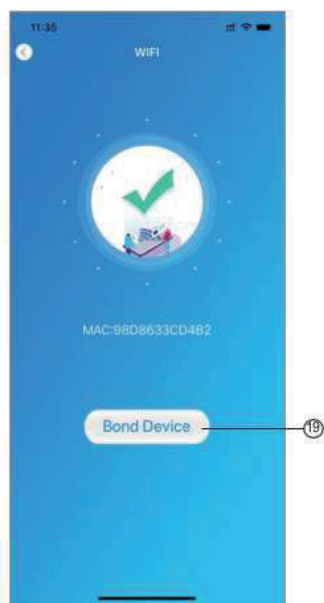

Fig.16 Scherm apparaat verbinden
4. Terug naar de vorige pagina om het netwerk te configureren (Fig. 14), klik¹⁶ voor verbinding met het WLAN-netwerk, klik¹⁷ om te annuleren, klik ¹⁶ om naar de volgende pagina te gaan (Fig. 15); klik ¹⁸ om het apparaat te verbinden (Fig. 16);